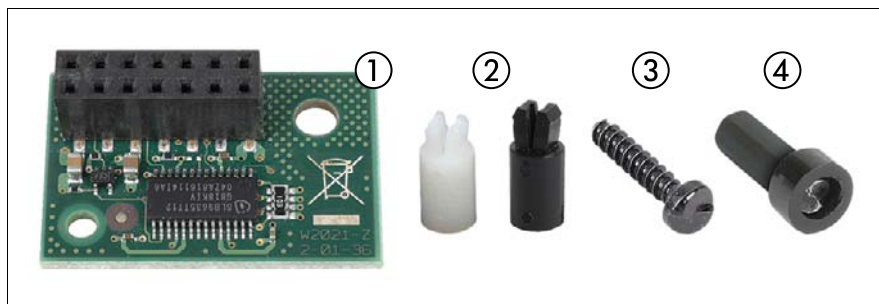

図 48: TPM 取り付けキット
- ▶ TPM をソケットの上に置き、特殊なネジで固定します（71 ページの図 48 を参照）。
この特殊なネジを締めるときは、TPM 用ドライバー交換用ビット（図 48 を参照）を使用してください。